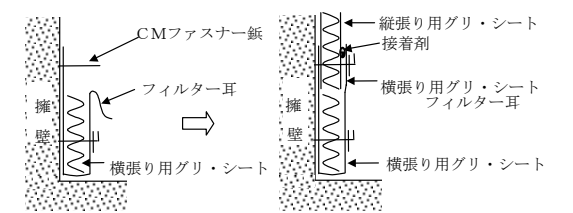

図 II-4 「グリ・シート」の接続部の処理
- (2) 横張り用「グリ・シート」のフィルター耳と縦張り用「グリ・シート」の間を土が入り込まないように接着剤で止める。接着剤の塗布量は5mm幅(10ml/m)で塗布する。(図II-4)